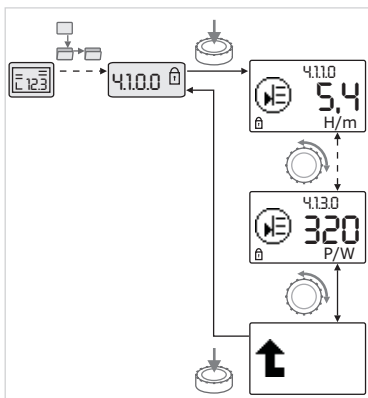

Fig. 39. Виклик інформації
- Обертаючи кнопку керування, керувати елементами меню типу «Інформація» чинного підменю (див. Fig. 39). Пояснення налаштувань, що їх відображують символи, див. у таблиці в главі 8.7 «Довідкові елементи меню» на сторінці 42.